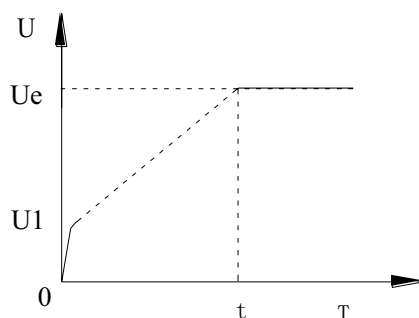

Figura 7-3
A Figura 7.3 mostra a forma de onda da tensão de saída, a forma de onda de tensão de início da rampa de tensão. $U1$ é a tensão inicial de partida, quando o motor arranca, a corrente do motor não excede 400% da faixa nominal, a tensão de saída da Sft-starter sobe rapidamente para $U1$ e, em seguida, a tensão de saída aumenta gradualmente pela configuração dos parâmetros de partida, o motor está em aceleração suave de acordo com a tensão continuamente aumentada, quando a tensão atinge a tensão nominal Ue , a velocidade nominal do motor, o ato do contator de bypass, o processo de partida está completo. O tempo de partida t é baseado na carga padrão obtida nas condições experimentais padrão, nos parâmetros de controle, a Soft-starter da série PR5300 (C) é baseado neste parâmetro de referência, controlando a tensão de saída, fazendo o motor acelerar em um processo de partida suave, não um controle mecânico, independente do tempo t . A aceleração é suave. Em vista disso, quando a carga é leve, defina o horário de início geralmente menor que o horário de início, desde que um início suave seja normal. Em geral, o modo de partida da rampa de tensão é adequado para requisitos de corrente de partida não estritos e exigente estrito de um início suave da ocasião.